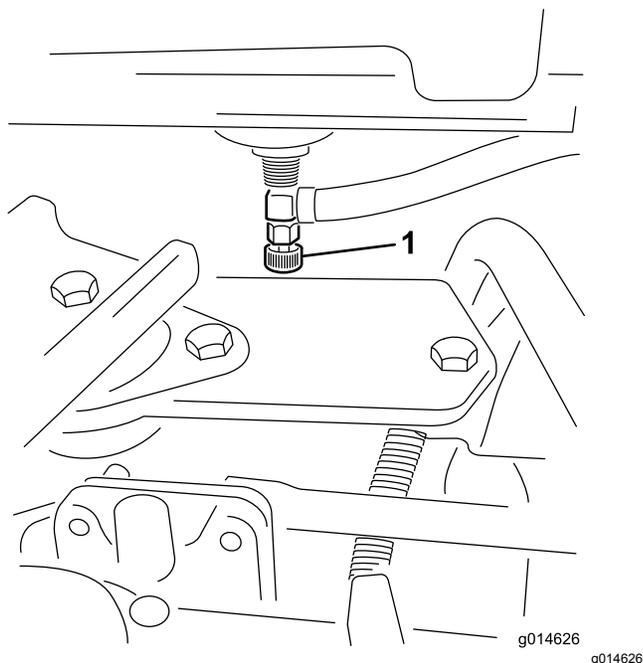

Рисунок 33
1. Закройте отсечной топливный клапан, расположенный под топливным баком (Рисунок 33).